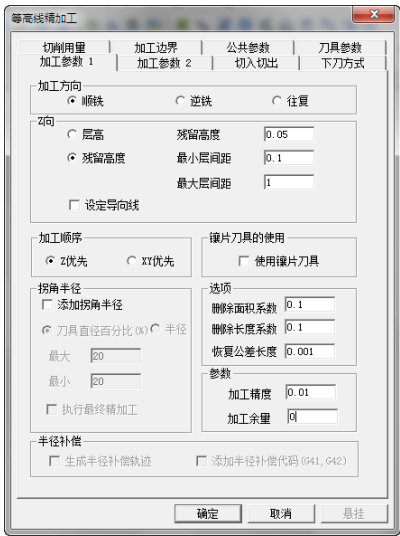

图 8-52 “加工参数 1”选项卡
1) 选择下拉菜单“加工”→“精加工”→“等高线精加工”命令，或者单击“等高线精加工”按钮，弹出“等高线精加工”对话框。单击“加工参数 1”选项卡，设置“加工方向”为“顺铣”，“Z 向”为“残留高度”，“加工顺序”为“Z 优先”，其余选为系统默认。具体“残留高度”“加工精度”“加工余量”参数数值如图 8-52 所示。